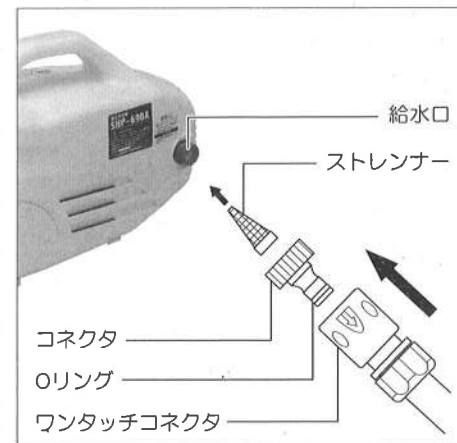

図6
#### ●本体給水口に接続されているコネクタを取外します。ストレンナーが組込まれていることを確認し、取外したコネクタを接続してください。(図6参照)
- 本体給水口についているコネクタに、ワンタッチコネクタをカチッと音がするまで、確実に差込んでください。(図6参照)